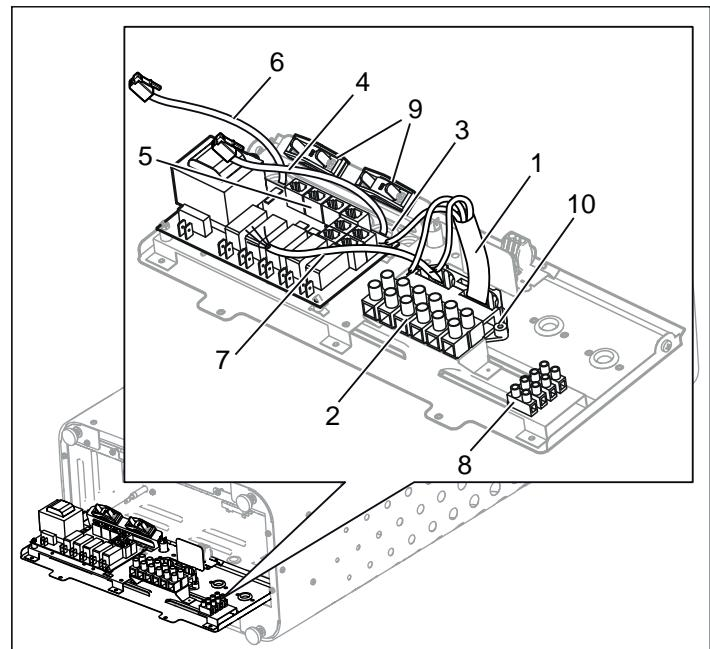
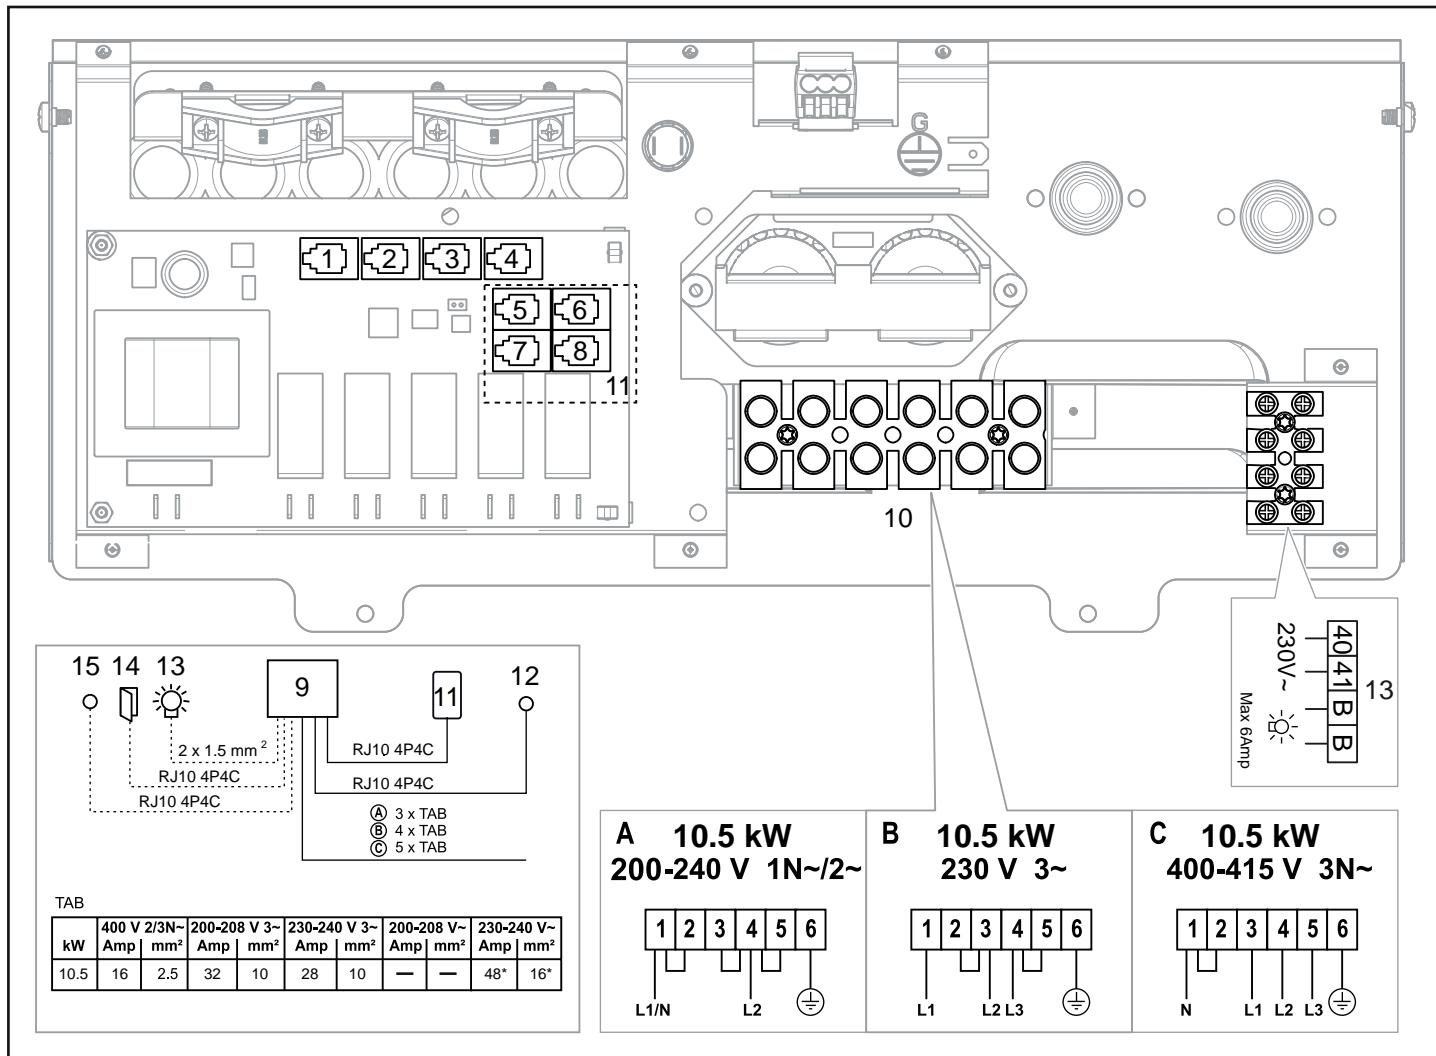

Рисунок 8: Монтажная плата
Рисунок 11: Схема соединений
3. Подключите провод (1) к соединению (2) (см. рис. 8) есогласно схеме соединений (см. раздел Подключение/схема соединений, страница 29).
4. Протяните кабели к панели управления и датчику температуры через кабельные вводы (3). Подключите кабель панели управления (4) к одному из четырех контактов RS485 (поз. 5-8) (5) (см. рис. 8) в соответствии с схемой соединений (см. раздел Подключение/Схема соединений, страница 29).
5. Подключите кабель датчика (6) к NTC-контакту на плате (поз. 1) (5) (см. раздел Подключение/Схема соединений, страница 29) в соответствии с схемой соединений (см. раздел Подключение/Схема соединений, страница 29).
6. Подключите провод к соединению (7) см. рис. 8, страница 27, к клеммнику (8) согласно схеме соединений, рис. 11, страница 29.
При подключении к источникам напряжения или при ином числе фаз, если это не указано в схеме соединений, рис. 11, страница 29, свяжитесь с технической службой Tylö.